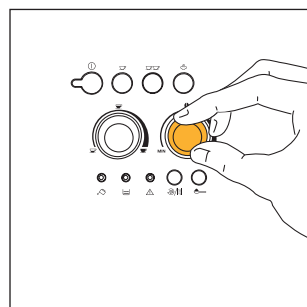
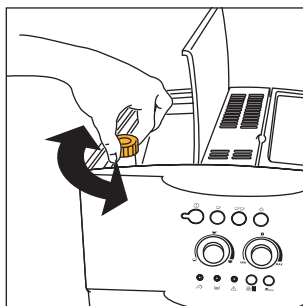

Fig.7
Fig. 17
- 2) Com o botão do lado direito (fig. 7) defina o sabor desejado do café. Quanto mais rodar para a direita, maior será a quantidade de café em grão moído pela máquina e, logo, mais forte será o sabor do café obtido. Na primeira utilização, é necessário fazer várias tentativas e tirar mais do que um café, a fim de encontrar a posição correcta do botão. Preste atenção para não rodar o botão demasiado para a direita. Se o fizer, poderá obter uma extracção demasiado lenta (às gotas), sobretudo quando se tiram duas chávenas de café.
NOTA 1: Se o café sair às gotas ou não sair de todo, é necessário rodar o botão de regulação da moagem (fig. 17) um nível para a direita (consulte o par. 6). Avance um nível de cada vez até obter uma extracção satisfatória.
NOTA 2: Se o café sair de forma demasiado rápida e se o creme não for satisfatório, rode ligeiramente o botão do lado direito (fig. 7) no sentido dos ponteiros do relógio. Faça várias tentativas e tire mais do que um café, a fim de encontrar a posição correcta do botão. Preste atenção para não rodar o botão demasiado para a direita. Se o fizer, poderá obter uma extracção demasiado lenta (às gotas), sobretudo se tirar duas chávenas de café. Se, ao fim de alguns cafés, não obtiver um creme satisfatório, rode também o botão de regulação da moagem (fig. 17) um nível para a esquerda (consulte o par. 6).
Para resolver este problema, é necessário regular o grau de moagem do moinho de café, rodando o botão de regulação da moagem (fig. 17) um nível para a esquerda (conforme descrito no cap. 6).
O moinho de café não deve ser regulado, pelo menos inicialmente, pois já se encontra regulado de origem para obter uma extracção correcta do café. Se, porém, depois de tirar os primeiros cafés, a extracção estiver demasiado rápida ou lenta (às gotas), será necessário corrigi-la com o botão de regulagem do grau de moagem (fig. 17). Rodando-o um nível para a direita (o equivalente a um número), obtém-se uma extracção de café mais rápida (sem gotas).